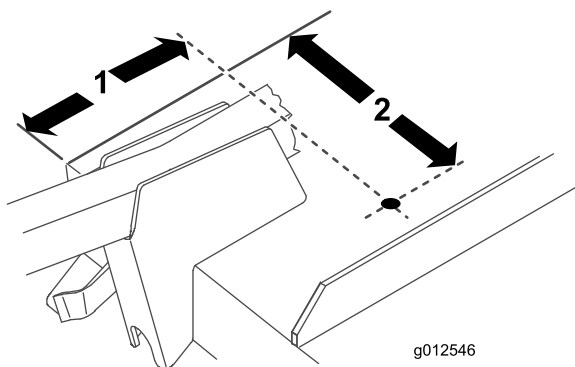

図 18
1. 図 18 に示す寸法に従って、デッキに直径 10.3mm の穴を1つ開ける。図中の寸法は、デッキの右前角および排出口のエッジから測定したものである。便宜上、ブロー用ブラケットは描かれていない。